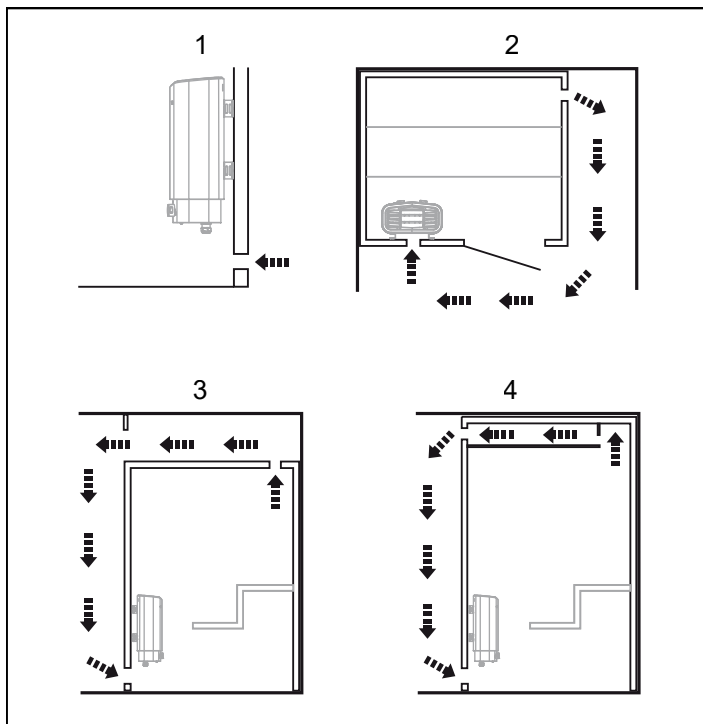

Fig 4: In- och utluftsventilens placering
- Ventilation av bastu ska utföras enligt instruktioner i denna manual (se Avsnittet Inluftsventilens placering, se fig 4, Avsnittet Utlufsventilens placering, se fig 4).
- Placera inluftsventilen (se Avsnittet Inluftsventilens placering, se fig 4).
- Placera utluftsventilen (se Avsnittet Utlufsventilens placering, se fig 4).
- med maximalt avstånd till inluftsventilen, t.ex. i diagonal (se Fig 4).
- högt på väggen eller i taket (se Fig 4).